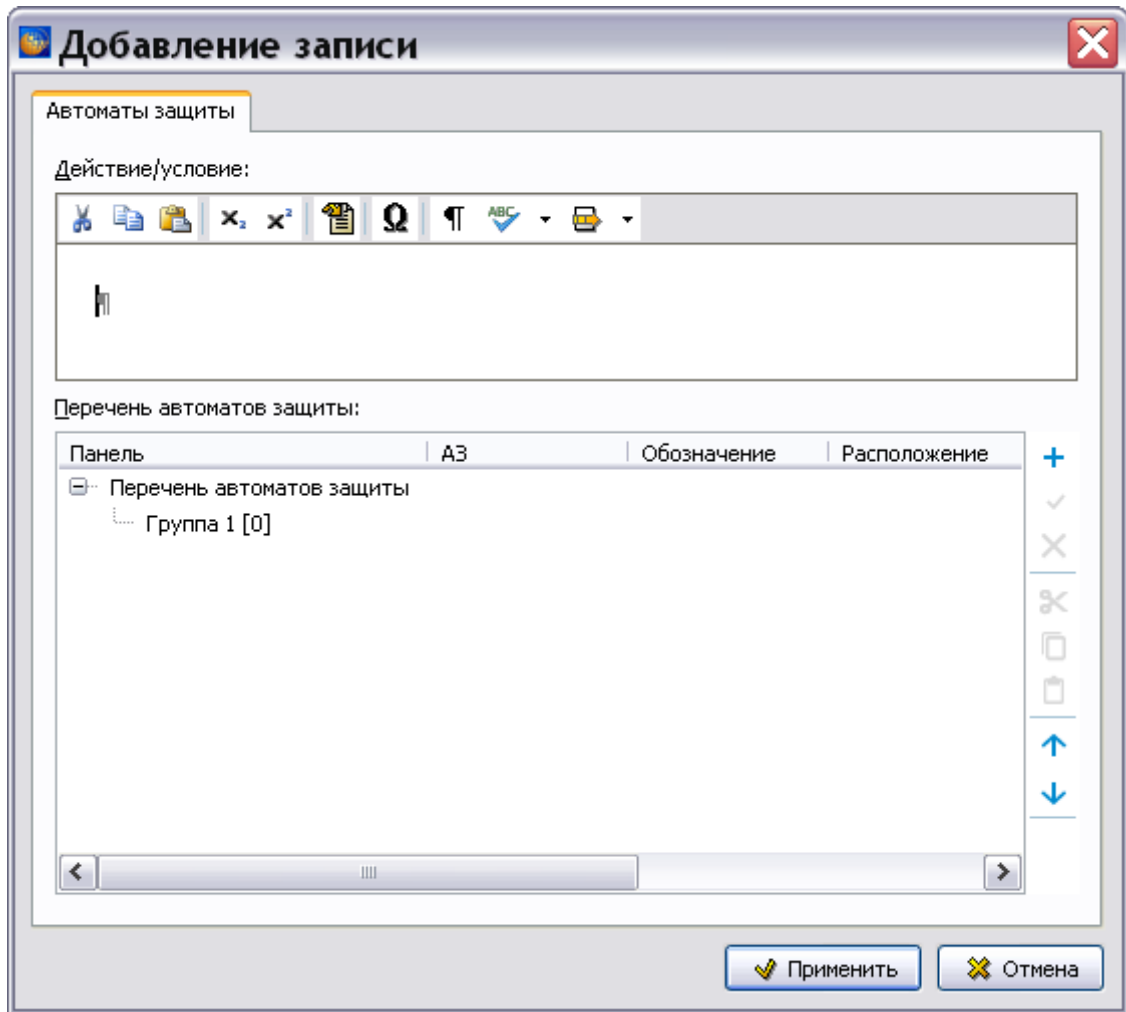

Рисунок 362
2) Щелкните левой кнопкой мыши по полю автоматов защиты сети и нажмите на кнопку  **Добавить** на панели инструментов редактора или выберите команду из контекстного меню. При этом появится окно **Добавление записи** (рисунок 362).